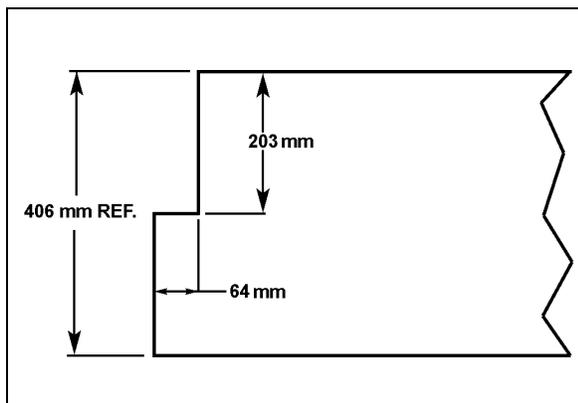

FIGURE 7 : DÉCOUPAGE DU PANNEAU LATÉRAL
5. Couper le panneau latéral intérieur selon la figure 7 et réinstaller la finition intérieure.